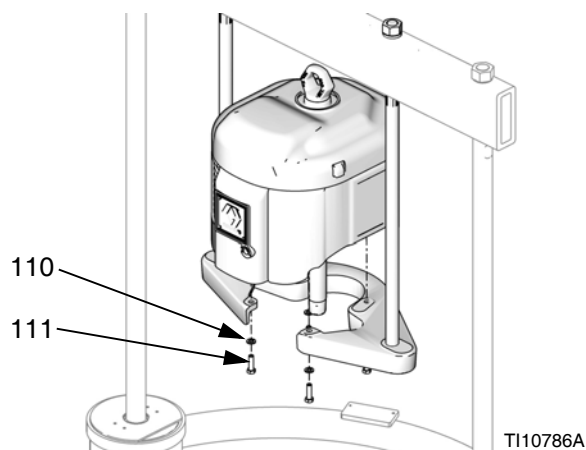

FIG. 26: NXT en D200 con plato pequeño
4. Coloque el plato de montaje (109) en su lugar para comprobar que la parte superior del motor no toque el travesaño. Vea la FIG. 26. Con un dispositivo para levantar adecuado, una el motor al plato de montaje (109) con los tornillos (111) y arandelas (110).